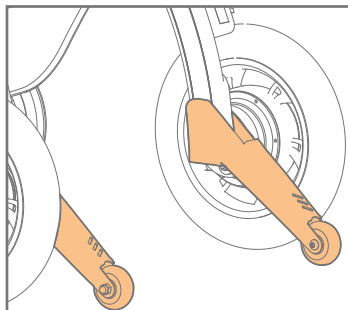
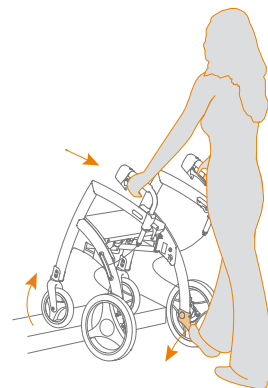

Abbildung 63: Verwendung der Ankipphilfen.
Abbildung 64: Auf den Bordstein oder Gehweg gelangen oder über eine Schwelle fahren.
- b. Drücken Sie mit Ihrem linken oder rechten Fuß die linke oder rechte Ankipphilfe (**Abbildung 63**) nach unten, während Sie den Rollz Motion Electric mit Ihren Händen zu sich neigen. Dadurch heben sich die Vorderräder vom Boden ab. Schieben Sie den Rollz Motion Electric nun vorwärts, bis die Vorderräder deutlich auf dem Bordstein oder über der Schwelle sind (**Abbildung 64**).